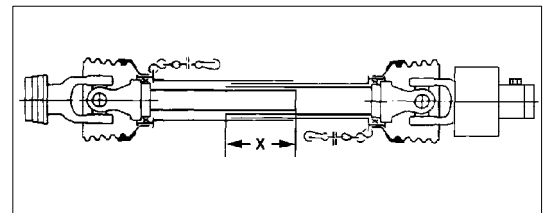

Fig.1
| Gelenkwelle Typ | Kreiseleqqe Typ | Max. übertragbare Leistung: kW (PS) | | Mindestüberlappung der Schiebepprofile (Maß X, Fig.1) |